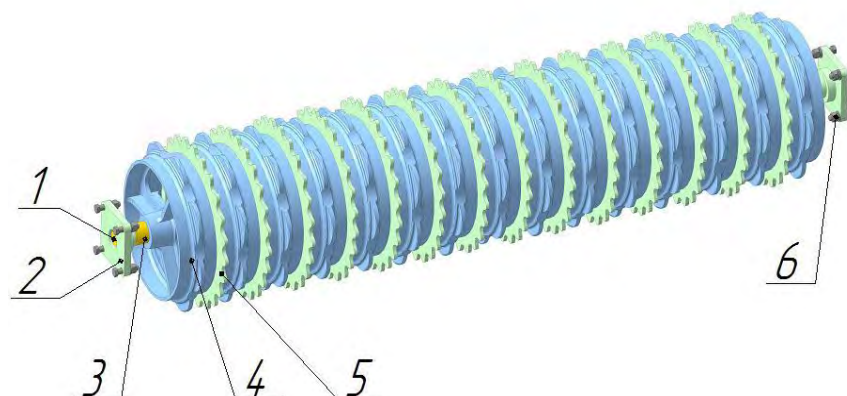

Рисунок 4. Батарея КЗК 05.000
2.5 Батарея катков (рисунок 4) состоит из вала с нарезанными на него дисками катков, распорными втулками и дисками звезда.
2.5.1 Диск звезда (тонкий) свободно вращается на валу, независимо от диска большего размера. Предназначен для самоочистки батареи (рисунок 4).